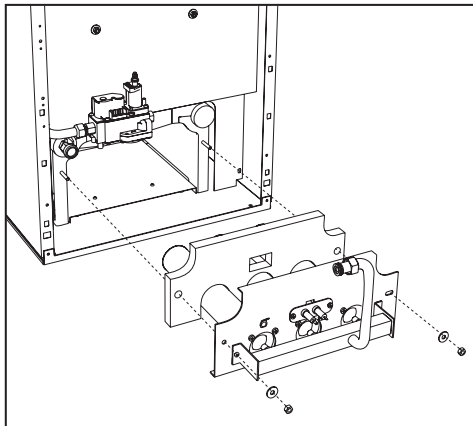

fig. 23 - Desmontaje de los quemadores
- Desenroscar las dos tuercas que fijan la puerta de la cámara de combustión a los elementos de fundición de la caldera (fig. 23).